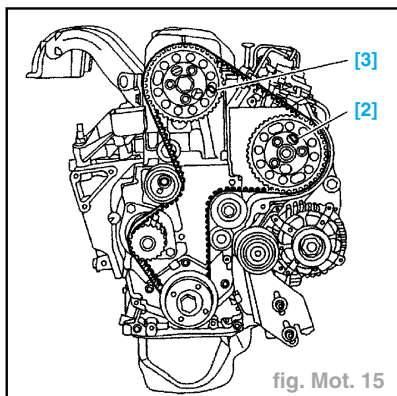

fig. Mot. 15
- Piger (fig. Mot. 15) :
- Déposer les outils [2, 3 et 6] (fig. Mot. 15 et 18).
- Déposer les outils [2 et 3] (fig. Mot. 15).